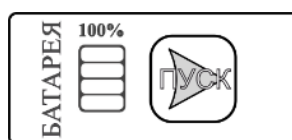

Рисунок 27 – Внешний вид панели с индикатором и кнопкой «Пуск»
Конструкция БП-114-24 обеспечена панелью со светодиодным индикатором для отслеживания уровня остаточного заряда встроенной АКБ и кнопкой «Пуск» для принудительного включения питания от встроенной АКБ (см. рисунок 27), которая используется в случае (при необходимости) отсутствия входного питания при включении системы.
– *автономный режим* предполагает высокий уровень заряда АКБ, а также отсутствие питающей бортовой сети (основной и резервной) и выполняется либо автоматически при пропадании питающей бортовой сети (основной и резервной), либо вручную нажатием кнопки «Пуск» (см. рисунок 27);
– *резервный режим* предполагает минимальный ($19,2 В$) уровень заряда АКБ, а также отсутствие питающей бортовой сети (основной и резервной), выполняется нажатием и удержанием кнопки «Пуск» (см. рисунок 27). При этом резервный режим активен до тех пор, пока удерживается кнопка «Пуск».